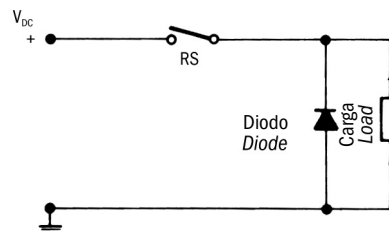
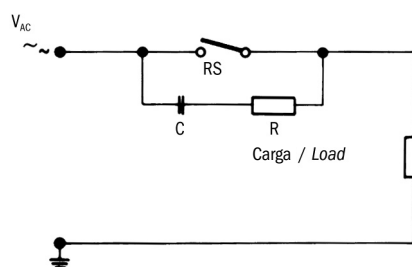

Fig. 1 Protección con corriente continua para cargas inductivas.
Fig. 2 Protección con corriente alterna con conexión RC para carga inductiva.
**1) Cargas inductivas** en circuitos alimentados con corriente continua la protección del contacto es relativamente fácil. Se debe conectar en paralelo a la carga un diodo semiconductor como se indica en la fig. 1 (ver la página siguiente). Las polaridades deben estar conectadas de manera que el diodo se bloquee con el voltaje normal de funcionamiento y siempre en cortocircuito en el caso de inversión de polaridades. Al cambiar las cargas inductivas alimentadas con corriente alterna no se puede utilizar un diodo, es necesario utilizar un dispositivo de supresión del arco Por lo general, es un enlace RC paralelo al interruptor y luego en serie con la carga, según fig. 2 (ver página siguiente). El tamaño del supresor del arco puede ser determinada por el monograma de la fig. 3 (vé la página siguiente).